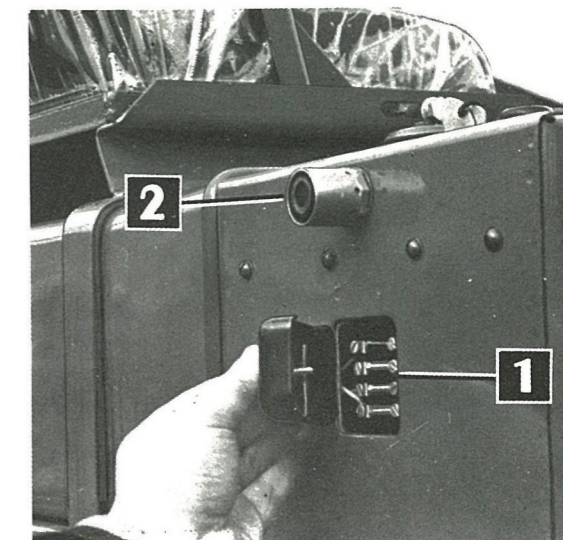

FIG. 41 Emplacement des fusibles sur la machine
- 2 - boîtier porte fusibles (1 - Fig. 41)
- 3 - contacteur démarreur (2 - Fig. 41)